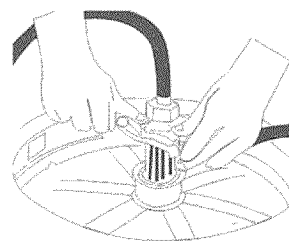

fig. 4
- Assurez-vous que le robinet de bière est fermé (la poignée du robinet est orientée vers l'arrière) avant de brancher le coupleur du barillet et le barillet de bière. Pour effectuer le raccordement, tirez sur le coupleur du barillet pour le sortir puis appuyez dessus jusqu'à ce qu'il se bloque en place. La poignée devrait émettre un déclic lorsqu'elle se bloque en place. (voir figure 4)